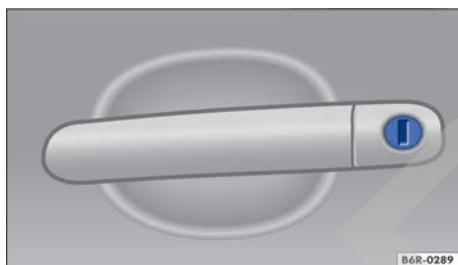

Fig. 60 Manilla de la puerta del conductor con cilindro de la cerradura.
- Introducir la varilla de la llave en el bombín de cierre y destrabar o trabar el vehículo → fig. 60.